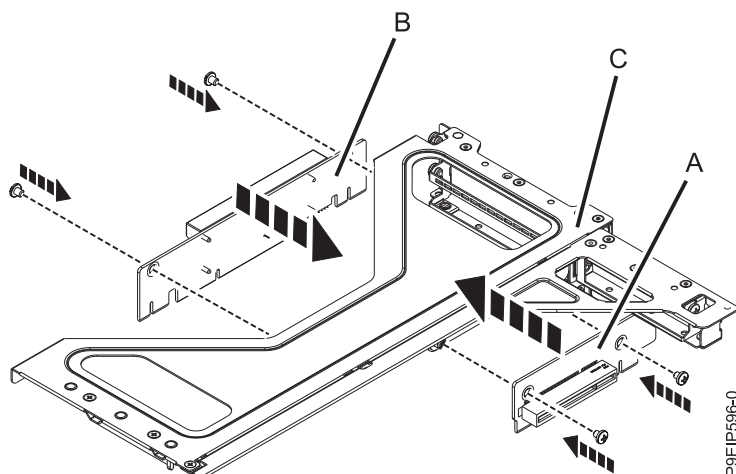

Figura 29. Substituindo as placas riser PCIe no compartimento do adaptador PCIe
5. Se for necessário substituir a placa riser PCIe (A) ou (B), substitua os parafusos que prendem a placa riser PCIe ao suporte do riser PCIe (C), conforme mostrado na Figura 29 na página 31.